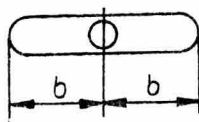

Abb. 5
3.1.3. Die Kontermutter am Justiergewindestift des Nadelstangenrahmens ist zu lösen. Durch Drehen des Gewindestiftes ist die Maschine so zu justieren, daß die Nadel beim Einstich „Mitte Stichloch“ steht (siehe Abb. 5) und Tafel 1 Nr. 3.